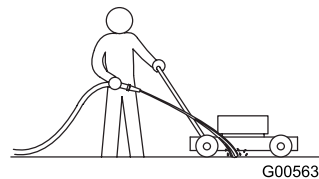

Figura 36
1. Collocate il tosaerba su una superficie piana pavimentata, con il motore acceso, e spruzzate un getto d'acqua davanti alla ruota destra posteriore (Figura 36).